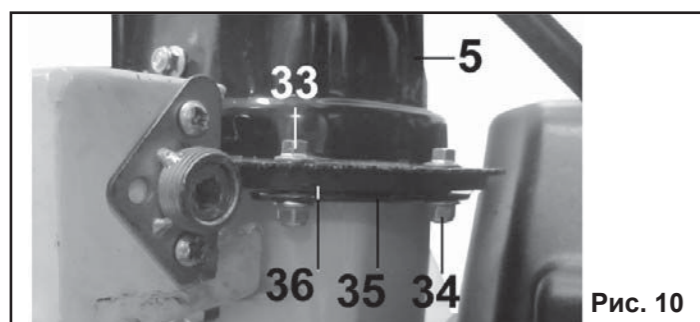

Рис. 10
6.6. Установка желоба (Рис.10).